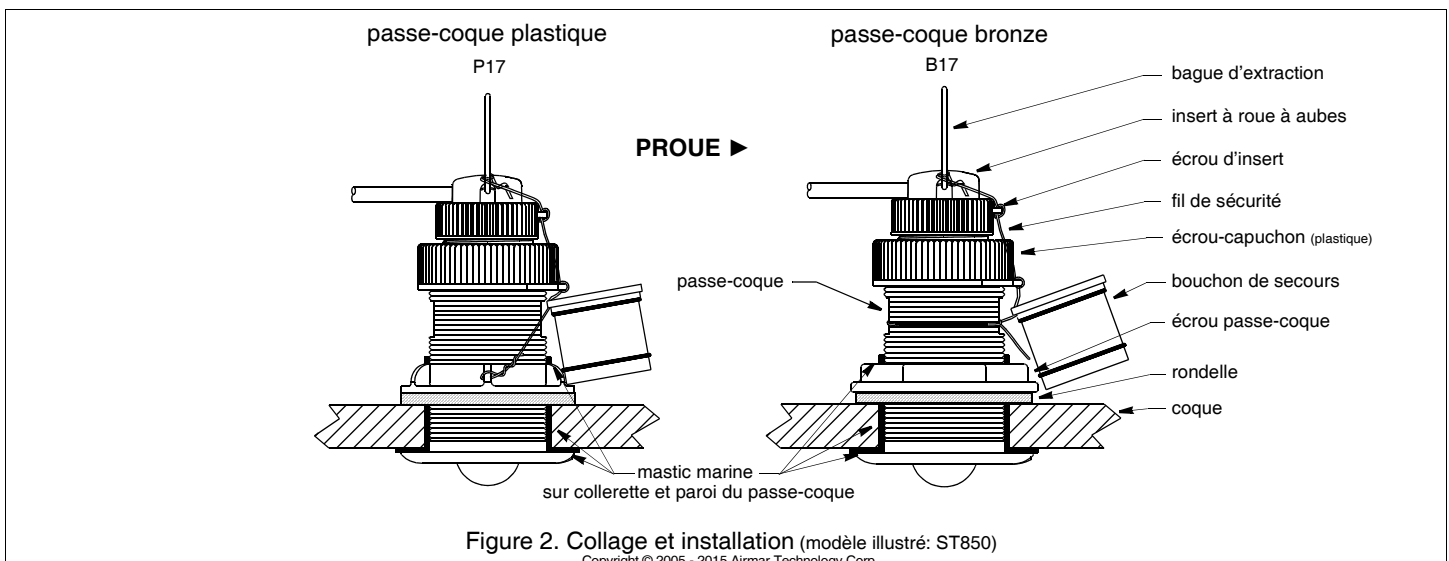

Figure 2. Collage et installation (modèle illustré: ST850)
Appliquez une couche de mastic d'étanchéité marine de 2 mm (1/16") d'épaisseur sur tout le pourtour de la collerette du passe-coque devant être en contact avec la coque et sur la paroi verticale du passe-coque (voir Figure 2). *Le mastic doit couvrir une hauteur de 6 mm (1/4") au-dessus de l'épaisseur cumulée de la coque, de la (des) rondelle(s) et de l'écrou du passe-coque.* Cette précaution garantit la présence de mastic sur le filetage au travers de la coque et le maintien en place de l'écrou de passe-coque.
1. Depuis l'extérieur de la coque, insérez le passe-coque dans le trou d'installation avec un mouvement rotatif de sorte à expulser l'excès de mastic d'étanchéité (voir Figure 2).
- Fixez toujours le fil de sécurité pour prévenir tout risque d'extraction inopinée du capteur ou de l'obturateur dans le cas improbable d'une rupture ou d'un vissage inapproprié de l'écrou-capuchon (voir Figure 2).
3. Extrayez l'insert du passe-coque en enlevant le fil de sécurité et l'écrou de l'INSERT. Dévissez l'écrou de l'insert (voir Figure 2). *N'enlevez pas l'écrou-CAPUCHON.*
6. Fixez toujours le fil de sécurité pour prévenir tout risque d'extraction inopinée de l'obturateur *long* dans le cas improbable d'une rupture ou d'un vissage inapproprié de l'écrou-capuchon (voir Figure 2).
1. Enlevez le *petit obturateur* d'urgence du fil de sécurité (voir Figure 2).
5. Assurez le *petit obturateur de secours* à l'aide de l'écrou-capuchon. **Serrez à la main** uniquement. Ne serrez pas exagérément. Reposez soigneusement le fil de sécurité (voir Figure 2).
10. Fixez le fil de sécurité au *petit obturateur de secours*, à l'écrou-capuchon, à l'écrou d'insert et à la bague d'extraction de sorte à prévenir tout risque d'extraction inopinée du capteur ou de l'obturateur dans le cas improbable d'une rupture ou d'un vissage inapproprié de l'écrou-capuchon (voir Figure 2).